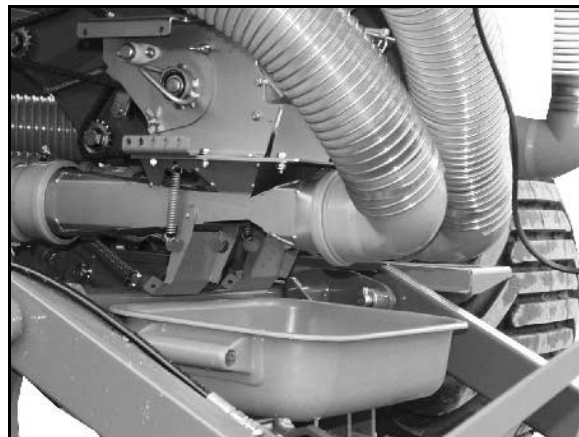

Рис. 86
2. Заслонку (Рис. 86/1) переместите до упора в дозаторе.